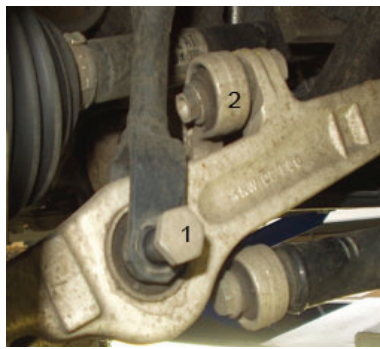

Fig. 2:
- Die beiden oberen Lenker (2) vom Achsschenkel (3) trennen.
- **Fig. 2** Untere Federbeinbefestigung (1) vom Querlenker und obere Koppelstangenverschraubung (2) abschrauben.
- Disconnect the two upper links (2) from the steering knuckle (3).
- **Fig. 2** Unscrew lower suspension strut attachment (1) from track control arm, as well as upper coupling rod attachment (2).
- Séparer les deux bras supérieurs (2) de la fusée d'essieu (3).
- **Fig. 2** Dévisser la fixation inférieure de jambe de force (1) du bras transversal et le vissage supérieur de la biellette de connexion (2).
- Separar las dos barras de dirección superiores (2) del cuello del eje (3).
- **Fig. 2** Destornillar la sujeción inferior del amortiguador (1) de la barra de dirección transversal y la atornilladura superior de las barras de acoplamiento (2).